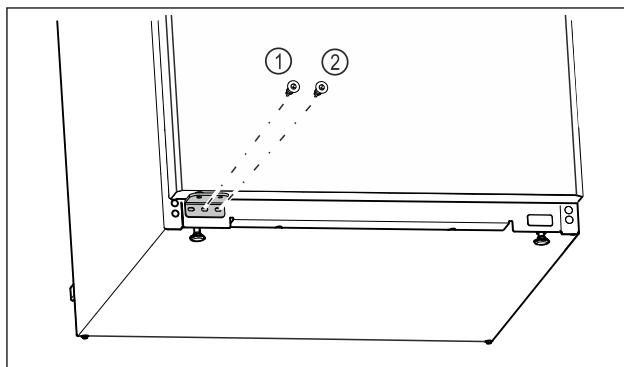

Fig. 21
- Sredinski vijak ležajnega podstavka Fig. 21 (1) trdno privijte z izvijačem Torx 20.
- Notranji vijak ležajnega podstavka Fig. 21 (2) trdno privijte z izvijačem Torx 20.